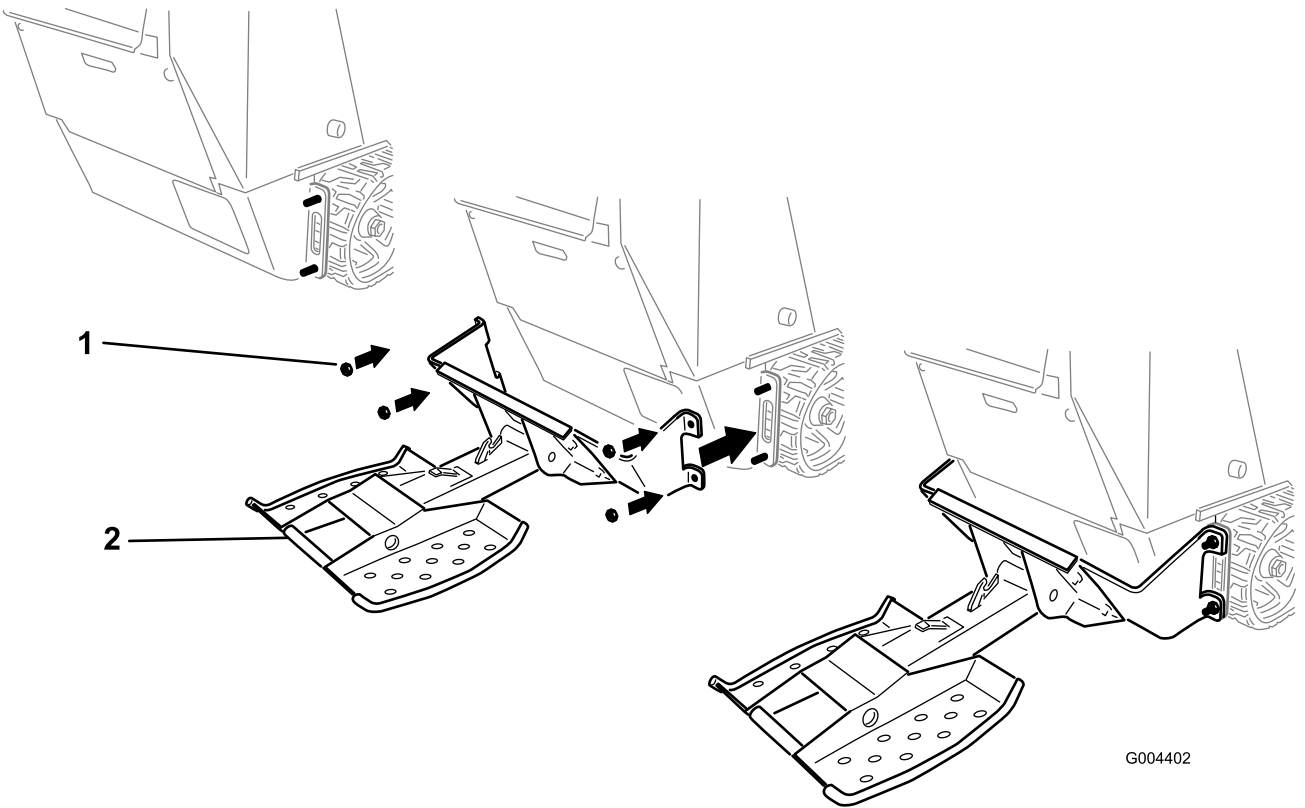

Figura 5
5. Instale los soportes de montaje sobre los 4 pernos que insertó en el panel trasero, y sujételos con 4 tuercas (1/2"), como se muestra en la Figura 5.